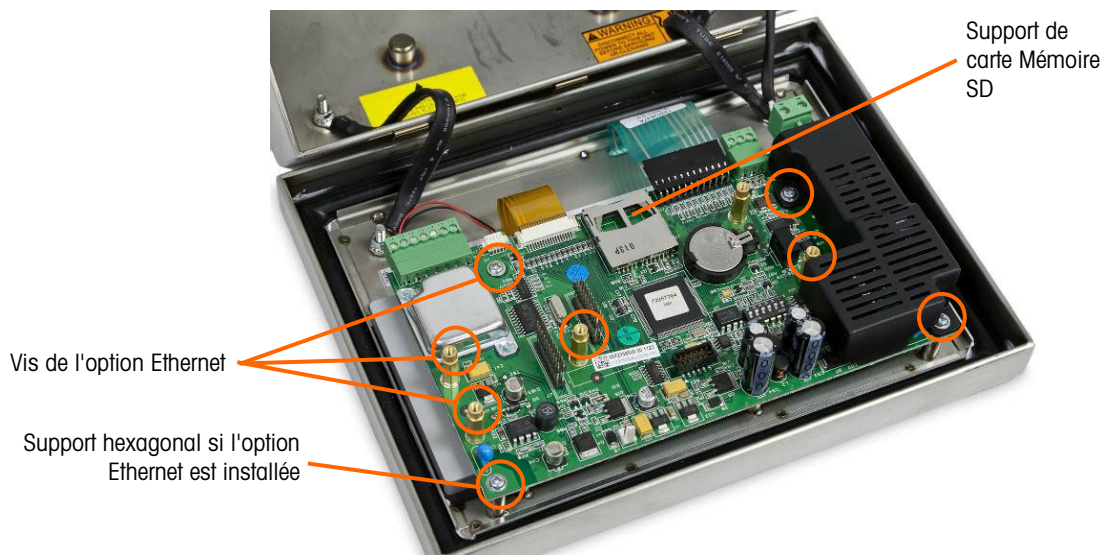

Figure 5-14 : Vis de montage de la carte principale, version analogique
4. Dévissez et démontez les quatre vis maintenant la carte principale sur l'enceinte. Leur emplacement est encadré sur la Figure 5-14. Si l'option Ethernet a été installée, une vis sera remplacée par un support hexagonal. Utilisez un tourne-écrou de 6 mm ou un tournevis plat pour démonter le support hexagonal sur l'emplacement noté.
6. Si une carte mémoire SD est installée, appuyez dessus pour la désolidariser du support et retirez-la, et conservez la carte devant être installée sur la carte principale de remplacement. Reportez-vous à la Figure 5-9 ou à la Figure 5-14 pour l'emplacement du logement de la carte mémoire SD.
2. Positionnez la carte principale sur les quatre orifices de vis de l'enceinte du terminal identifiés sur la Figure 5-14.
3. Installez les quatre vis. Veuillez noter que si l'option Ethernet doit être utilisée, une des vis doit être remplacée par un support hexagonal. Reportez-vous à la Figure 5-14 pour l'emplacement du support hexagonal.